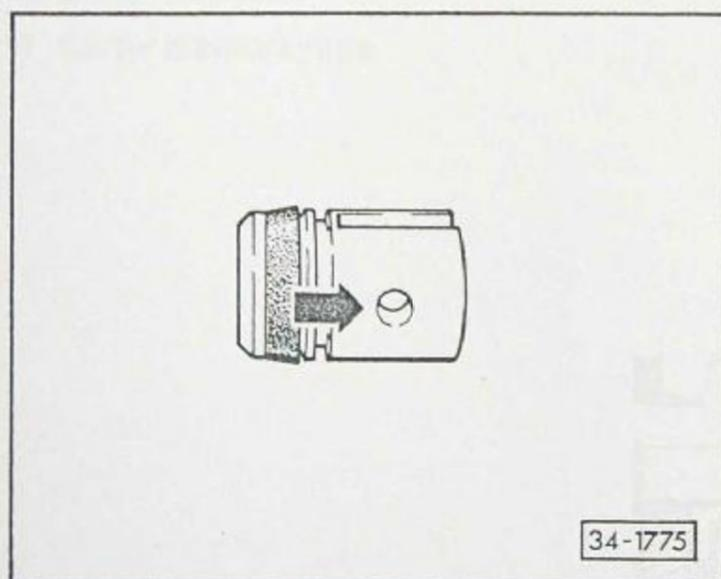

Fig. 6 Piston/palier
- Tenir compte de la position de montage de la garniture cylindrique – fig. 6